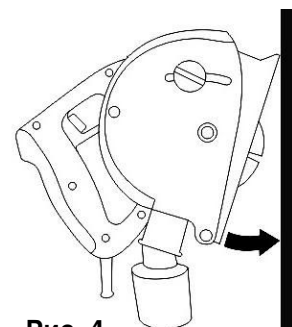

Рис. 4
- Установите глубину шtroбы, плотно прижмите к стене переднюю кромку ограничителя глубины (См. Рис.4).